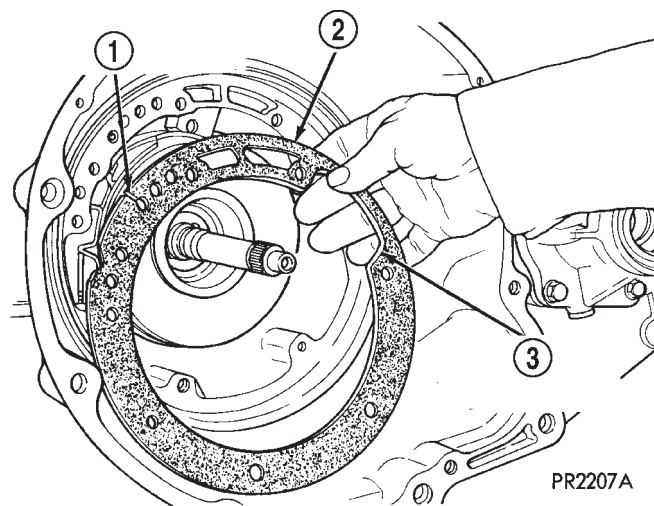

Fig. 58 Junta de la bomba de aceite
(17) Instale la junta de la bomba de aceite (Fig. 58).